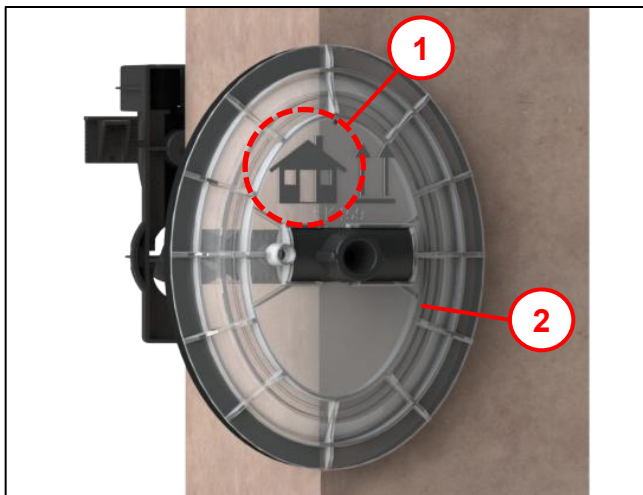

Abb. 22
- Schäumrohr mit Außenflansch mit Schaumstoffband (1) in Kernloch ansetzen und bis zum Beginn der Rastnase einstecken (Abb. 22 beachten).
Weiter bei Abb. 22